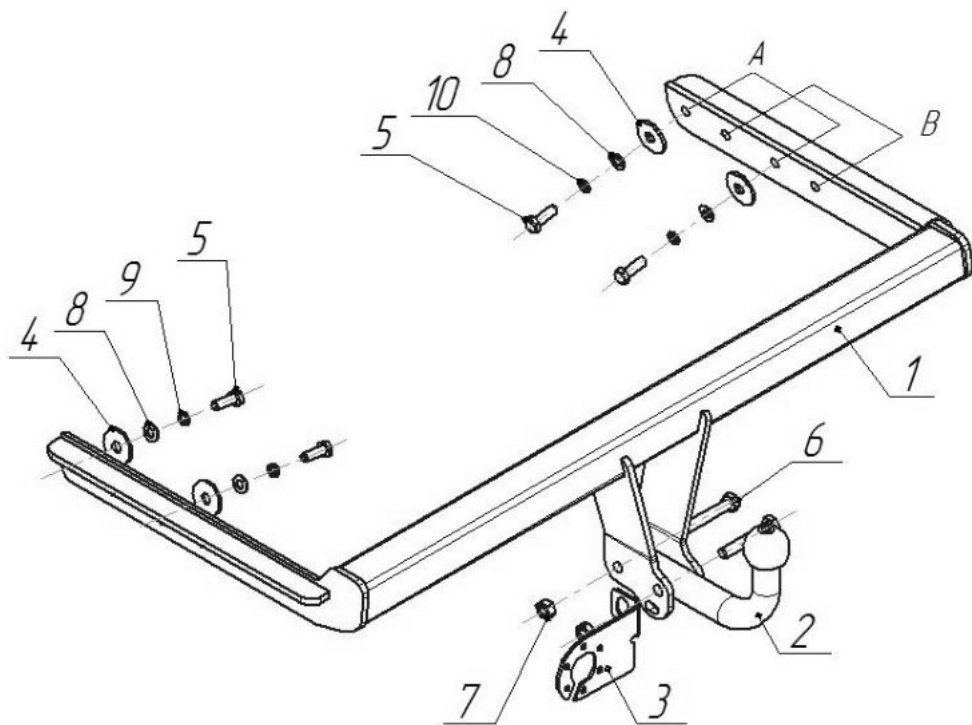

Рис.1 Установка на автомобиль
- Вставить ТСУ поз.1 (Рис.1) во внутренние полости лонжеронов автомобиля и закрепить их с помощью крепежных элементов поз.4,5,8,9 (для модели а/м 3-5-дверный хетчбек используются отверстия «А», а для 4-дверного седана – отверстия «В»);